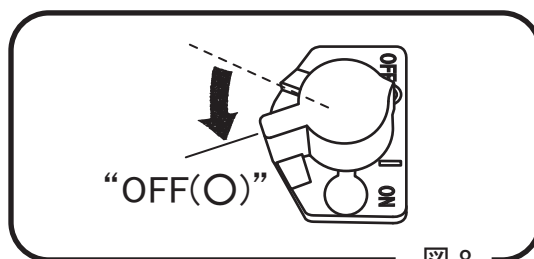

図 8
- 1 作業を止めてエンジンを停止させる時は、調速レバーを戻し低速回転で 3 ～ 5 分程エンジンを回してエンジンの温度が下がってからストップスイッチを“OFF(O)”側に回して下さい。(図 8) エンジンが熱い内に停止させますと、シリンダー内壁の油膜が焼けて磨耗を早める等、本機へ悪影響を与え寿命が短くなったり思わぬ故障の原因となります。